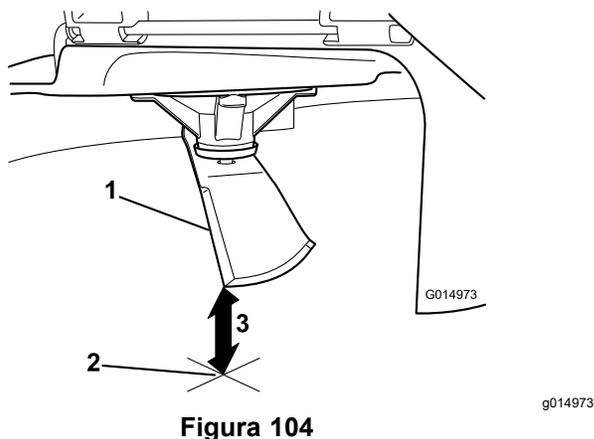

Figura 104
- Meça da ponta da lâmina até à superfície plana (Figura 104).